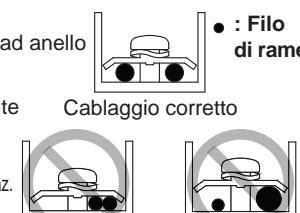

Fig. 6.4
- Non collegare due cavi di alimentazione con diversi diametri allo stesso terminale (vi è il rischio di surriscaldamento dei cavi, dovuto ai cavi allentati). Vedi Fig. 6.4.